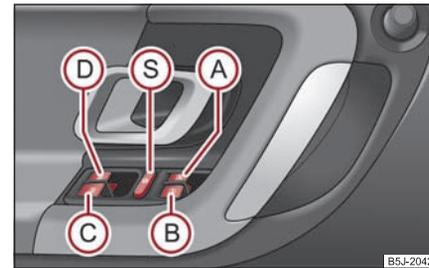

Fig. 43 Teclas en la puerta del conductor
Las teclas para las diferentes ventanillas se encuentran en la unidad de mando de la puerta del conductor ⇒ página 51, fig. 43, puerta del acompañante y en las puertas traseras*.
Vd. puede poner fuera de servicio de las teclas en las puertas posteriores pulsando el interruptor de seguridad ⇒ página 51, fig. 43. Se ponen de nuevo en funcionamiento las teclas en las puertas traseras pulsando repetidamente el conmutador de seguridad .
- Si se transporta niños en los asientos traseros, se recomienda poner fuera de funcionamiento los elevalunas eléctricos de las puertas traseras (conmutador de seguridad) ⇒ página 51, fig. 43.